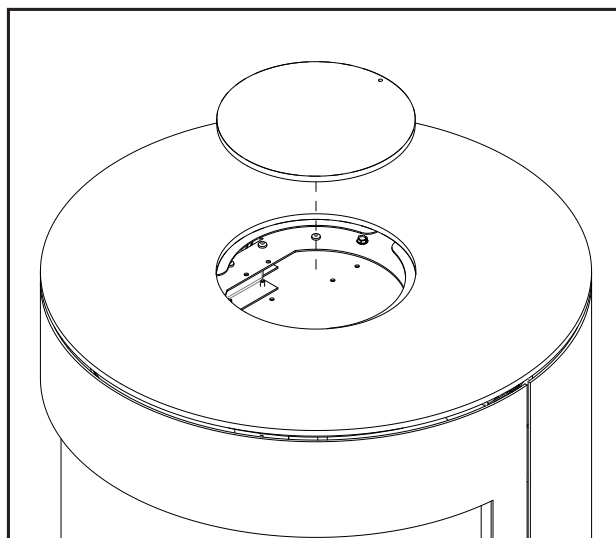

Figure 74: Plaque supérieure vierge
14. Placez le cache de la plaque supérieure (fourni avec l'unité) dans la plaque supérieure (voir la Figure 74).